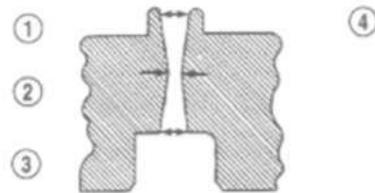

Рис. 7 Проверка износа клапанной втулки
- (3) Удалить слой копоти и нагара с внутренних поверхностей клапанных втулок, используя надежный очиститель втулок.
- (4) При помощи небольшого калибра для отверстий и микрометра измерить клапанные втулки в 3 точках: верхней, средней и нижней (Рис. 7). (см. п. 9-ДВИГАТЕЛЬ – СПЕЦИФИКАЦИИ). Если втулки не соответствуют спецификациям – замените их.